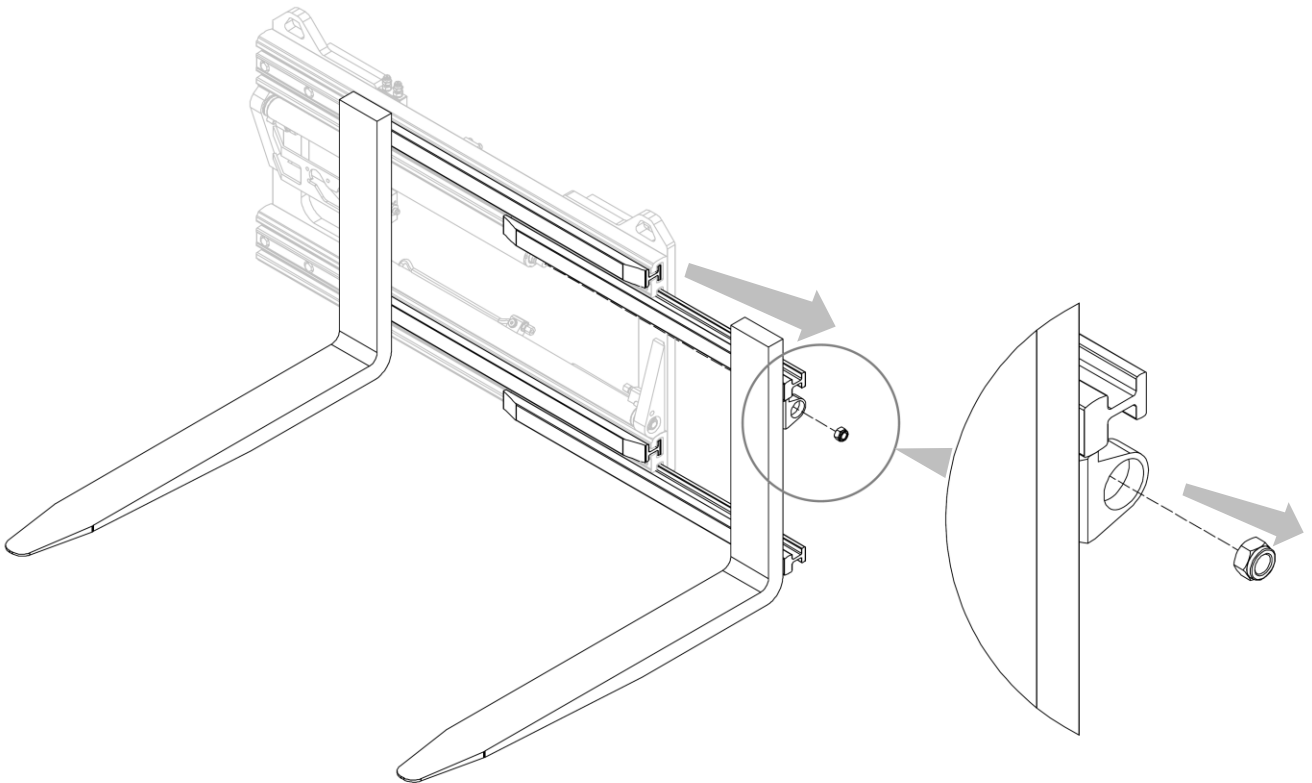

Figure 22
2. Retirer les fourreaux avec leurs fourches après avoir dévissé les écrous correspondants qui les relient aux vérins (voir *Figure 22*).